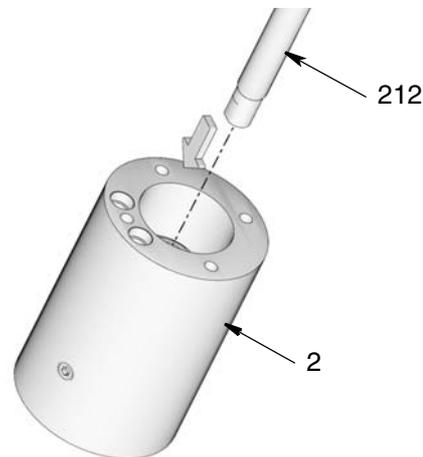

Рис. 35
4. Нанесите тонкий слой консистентной смазки на поверхность выталкивающего штока (212). Вдвиньте шток в переходник насоса (2) только в направлении, показанном на Рис. 35.